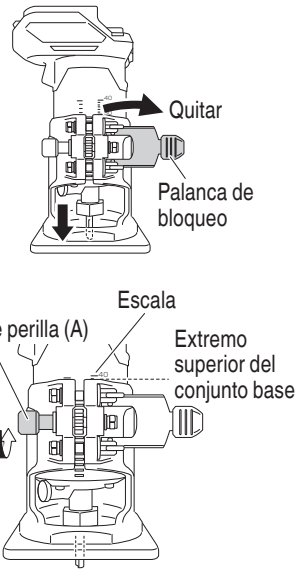

Fig. 14
(1) Coloque la herramienta en una superficie plana de madera.
(2) Incline la palanca de bloqueo hacia el punto de extracción y gire el perno de perilla (A) para bajar la unidad hasta que la punta de la broca toque el material. En esta posición, podrá leer la escala del extremo superior. (Fig. 14)
- (3) Gire el perno de perilla (A) hacia arriba para ajustar la escala a la profundidad de corte deseada según la posición observada en la escala.